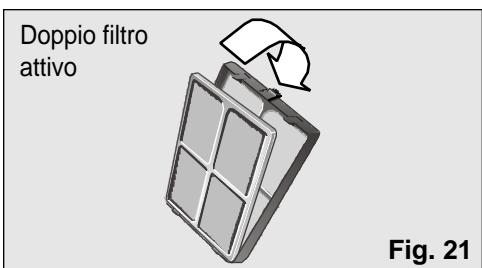

Fig. 21
Questi modelli hanno in dotazione anche un doppio filtro attivo collocato all'interno del filtro basico, **Fig. 21**.
- ❑ Sostituire il doppio filtro attivo con uno nuovo nel filtro base, come indicato nella **Fig. 21**.